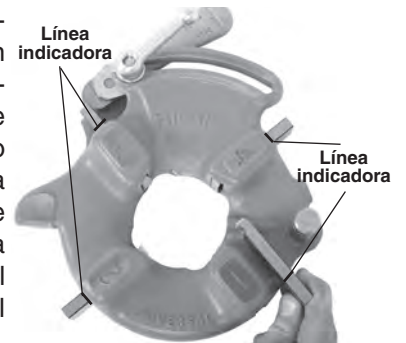

Figura 11 – Inserción de terrajas
- Levante la lengüeta de la arandela para extraerla de la ranura en la barra dimensional. Desplace la arandela hacia el final de la ranura (Figura 11).
- Introduzca las terrajas apropiadas en el cabezal de terrajas, con el borde que lleva el número orientado hacia arriba, hasta que la línea indicadora esté al ras con el borde del cabezal (vea la Figura 11). Los números en las